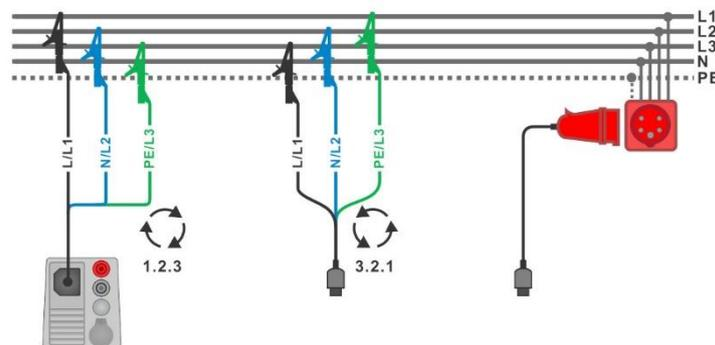
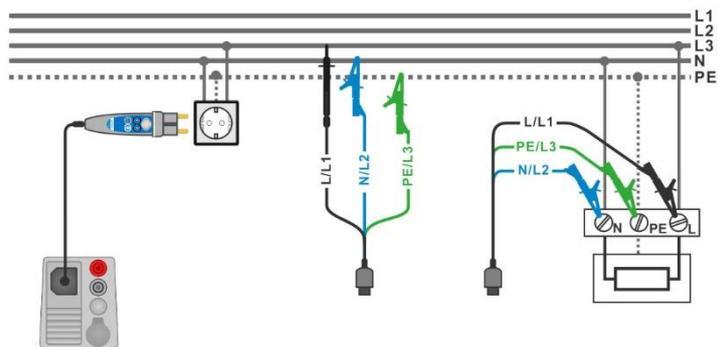

Abbildung 7.2: Anschluss des 3-adriger Prüfleiters und des optionalen Adapters im Drei-Phasen-System
Abbildung 7.3: Anschluss des Commander-Prüfsteckers und des 3-adriger Prüfleiters im Ein-Phasen-System
- Schließen Sie die Prüfleitungen am Prüfobjekt an (siehe **Abbildung 7.2** und **Abbildung 7.3**).